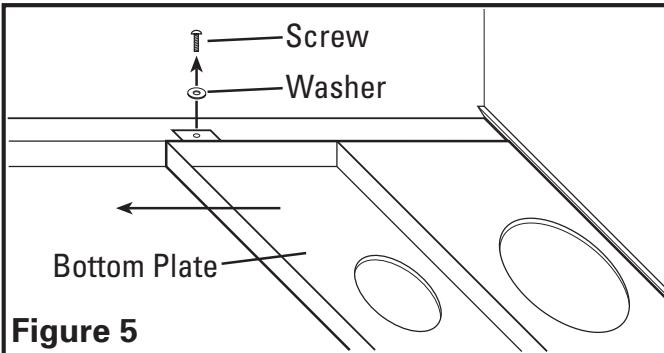

Figure 5
1. Remove the rear bottom plate of the hood canopy. It is secured in place with a screw and washer on either side (**Figure 5**).
1. Enlever la plaque au bas à l'arrière de ce couvercle de hotte de cuisinière. Elle est fixée en place avec une vis et une rondelle des deux côtés (**Figure 5**).